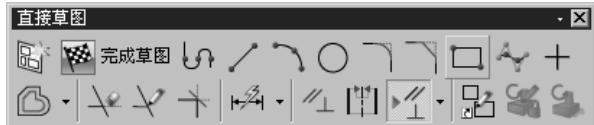

图 5.2.1 “直接草图”工具条
**[Step 2]** 选择下拉菜单 **插入(S)** → **草图(O)...** 命令，系统弹出“创建草图”对话框，选择 XY 平面为草图平面，单击对话框中的**确定**按钮，系统进入直接草图环境，此时可以使用屏幕下方的“直接草图”工具条（图 5.2.1）绘制草图。